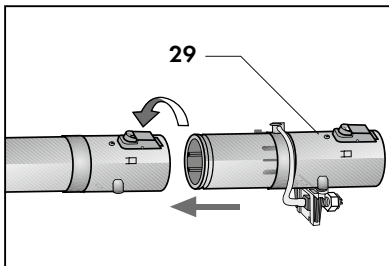

Abb. 13
- das Aufnahmestück des Verlängerungsrohrs in das Steckteil des Zerstäubers stecken und den Arretierring drehen um das Verlängerungsrohr zu blockieren. **(Abb. 13)**